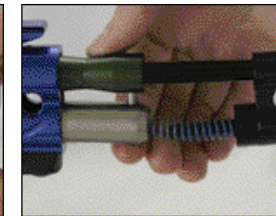

Figure 12 Retenez l'ensemble avec la main.
5. Lorsque l'ensemble culasse et chien est à mi-course, retenez-le avec la main pour éviter qu'il se défasse. Continuez à tirer jusqu'au retrait complet de l'ensemble. Figure 12.